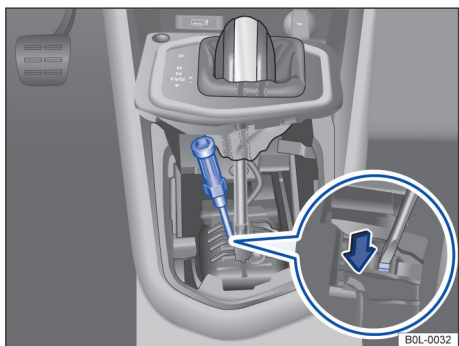

图 93 手动开启变速杆锁
- 用螺丝刀工具头插入解锁装置槽口，沿箭头方向略微下压解锁装置 → 图 93；